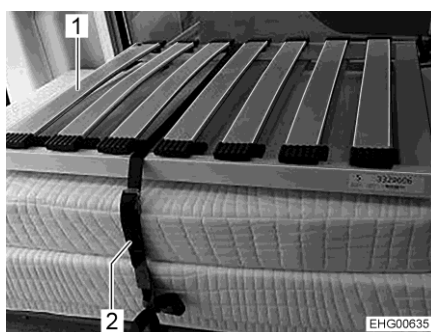

Bild 32 Bakre säng (transportläge)
- Lossa säkerhetsremmen (Bild 32,2).
- Lägg sängbotten (Bild 32,1) efter varandra över mittgången (på listerna på underskåpet).
- Stapla dynorna och sängbotten som visas i Bild 32 i det vänstra underskåpet.
- Säkra dynorna och sängbotten med säkerhetsremmar (Bild 32,2). För att göra detta, dra säkerhetsremmen genom de medföljande öglorna och ögla det runt dynan och sängbotten.